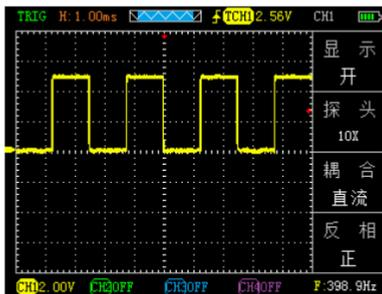

图 2-4
- 主菜单中选择“通用示波器”按“OK”键进入示波器界面，按“CH1” → “耦合直流”，按选择功能键“F3”设置为直流耦合方式。被测信号含有的直流分量和交流分量都可以通过。如图 2-4